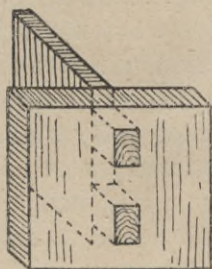

Fig. 127.
e) **Zazębienie środkowe** (mittelzinken) (Fig. 127) jest właściwie tylko odmianą czopowania, zwłaszcza, że zęby mają